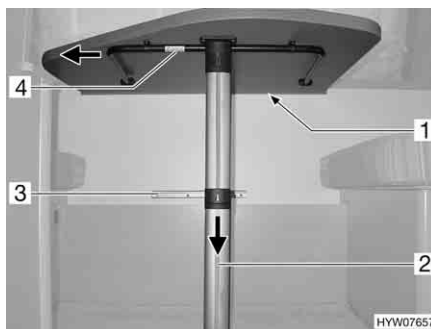

Fig. 44 Tavolo sospeso con piede ribaltabile
- Tirare il piede del tavolo (Fig. 44,2) nella direzione della freccia e ripiegarlo.
- Spingere il puntello (Fig. 44,4) nella direzione della freccia e ribaltarlo.
- Sganciare il tavolo sospeso dalla sbarra di aggancio superiore (Fig. 44,1).
- Agganciare il tavolo sospeso nella sbarra di aggancio inferiore (Fig. 44,3) e fissarlo sul puntello.